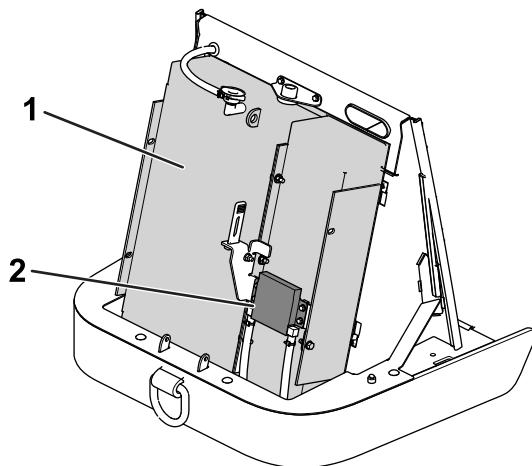

図 112
3. 圧縮空気を使ってラジエーター/燃料クーラ部をていねいに清掃する図 112。